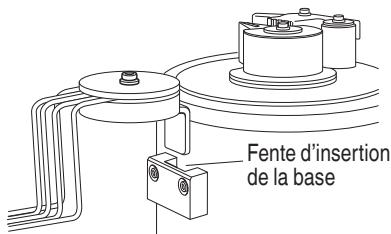

Fig. 48
- Insérer la base de la protection anti-flèche dans la fente de la cisailleuse/cintreuse. (Fig. 48)